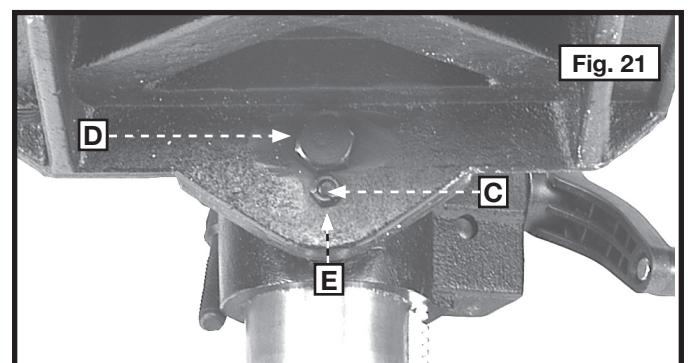

Fig. 21
3. Retirer la goupille d'alignement de la table (C) pour l'incliner à droite ou à gauche, fig. 21.